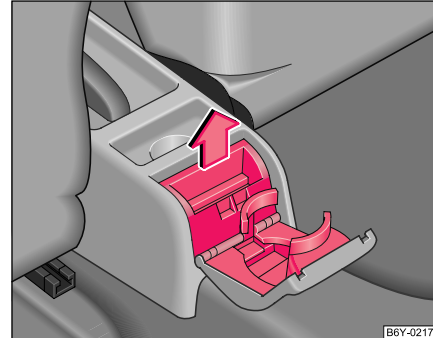

Abb. 66 Mittelkonsole:
- Ascherdeckel aufklappen und Aschereinsatz nach oben in Pfeilrichtung herausnehmen ⇒ Abb. 66.